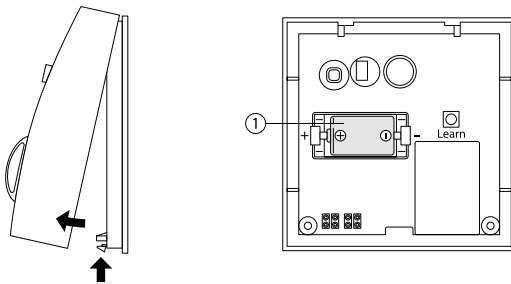

Fig. 32: Batteriewechsel
- Zum Wechsel der Batterie die Rastnase an der Unterseite des Funk-Raumtemperaturreglers (Fig. 32) mit einem spitzen Gegenstand (z.B. Schraubendreher) **leicht eindrücken** und Oberteil des Raumtemperaturreglers von der Grundplatte abnehmen. Danach ist das Batteriefach im Oberteil des Raumtemperaturreglers (Fig. 32, Pos. 1) zugänglich.